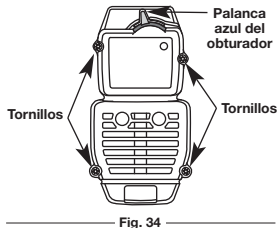

Fig. 34
1. Saque los cuatro (4) tornillos que sostienen la cubierta del silenciador / filtro de aire (Fig. 34). Use un destornillador de vástago plano o de broca Torx N° T20.
2. Quite la tapa del motor al empujarla hacia arriba y halarla hacia atrás (Fig. 34). No la fuerce.
2. Inserte los cuatro (4) tornillos en los orificios de la cubierta del silenciador / filtro de aire (Fig. 34) y ajústelos. No los ajuste demasiado.